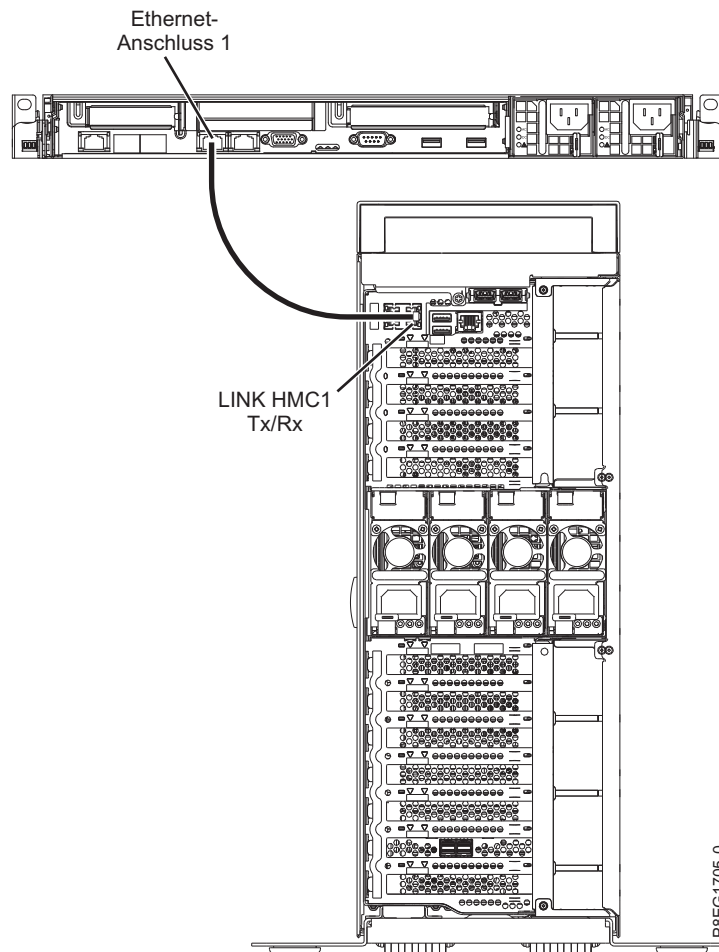

Abbildung 21. HMC an das verwaltete System anschließen
1. Wenn Sie Ihre HMC direkt an das verwaltete System anschließen möchten, schließen Sie den **Ethernet-Anschluss 1** der HMC an den Anschluss **HMC1** des verwalteten Systems an. Siehe Abb. 21.